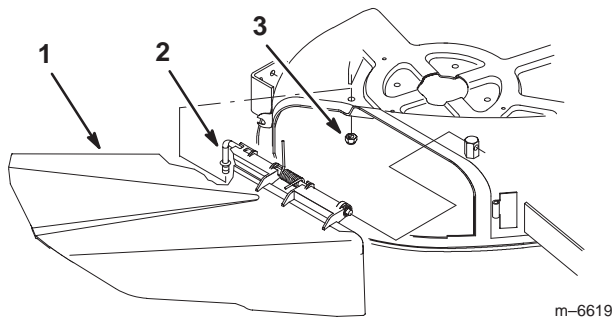

Bild 9
2. Nehmen Sie die Mutter unter dem Mähwerk ab und halten Sie die Gelenkstange und das Ablenkblech an das Mähwerk (Bild 9).
3. Nehmen Sie die Gelenkstange und das Ablenkblech vom Mähwerk ab (Bild 9).